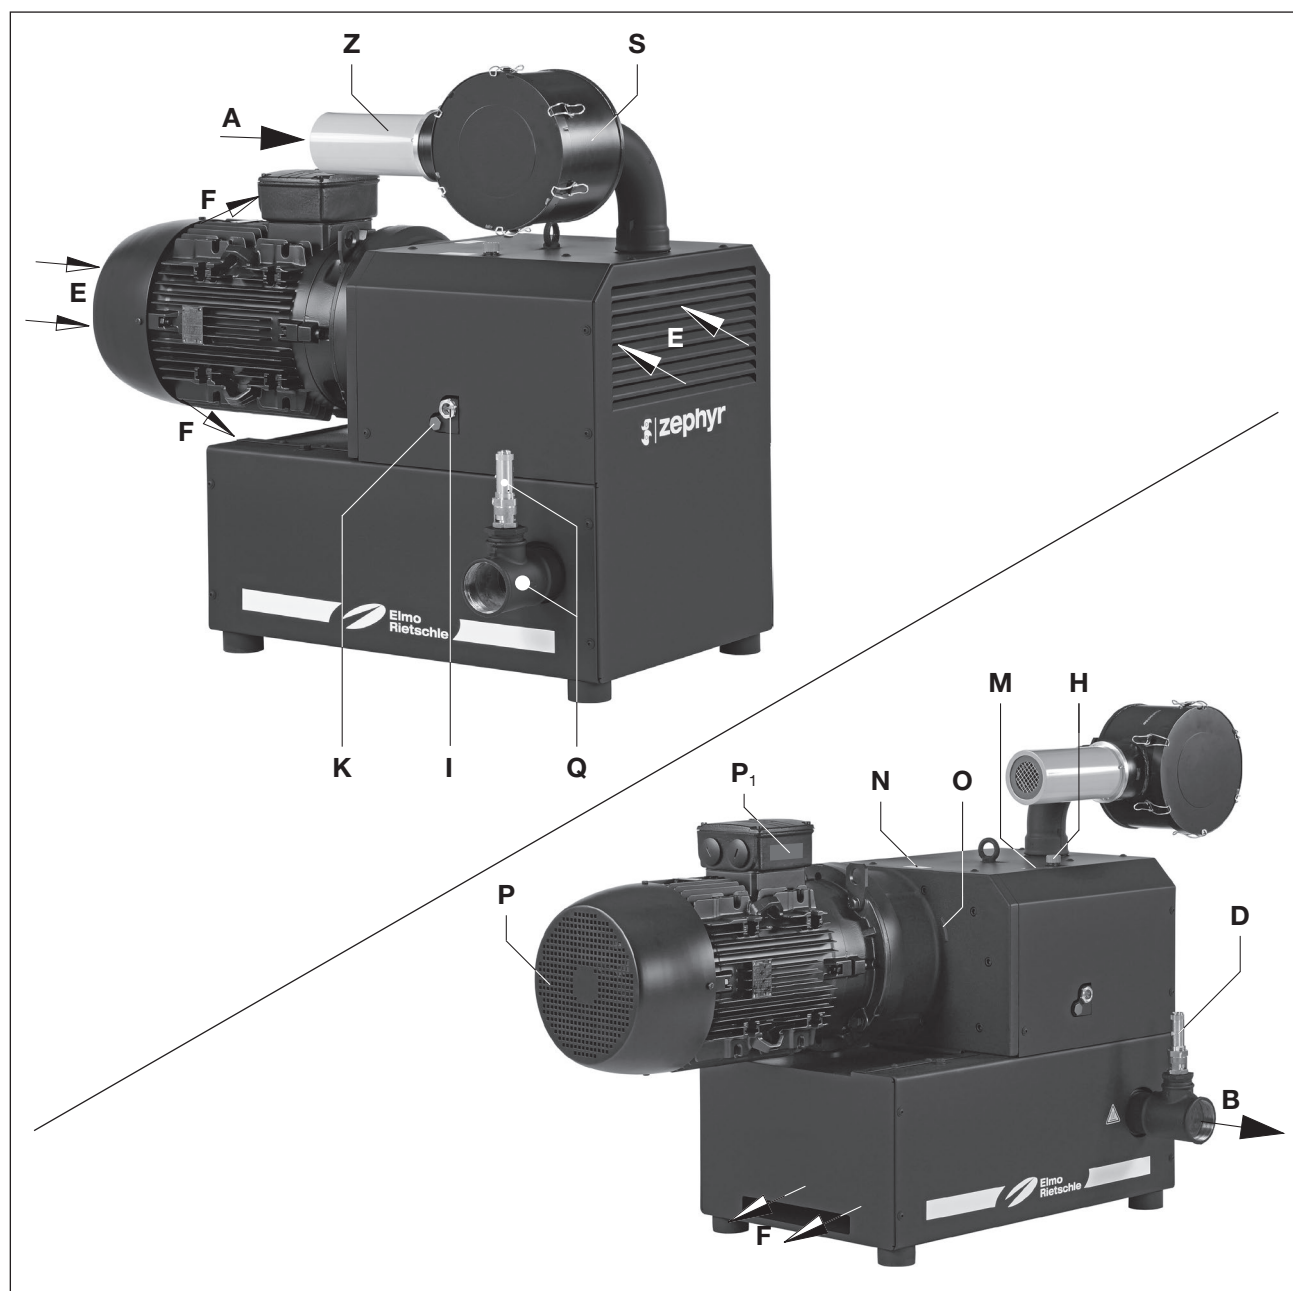

Fig. 2 Compressore C-DLR 401 e 501
Le C-DLR 401 e C-DLR 501 sono incapsulate da una calotta isolante. Per dissipare il calore generato dalla compressione, l'aria di raffreddamento viene aspirata da un radiatore a tamburo che aspira l'aria di raffreddamento fresca (Fig. 2/E) e diffonde l'aria riscaldata sull'uscita dell'aria di raffreddamento (Fig.2/F) fra il compressore e la calotta
Come protezione da sovraccarico è montata di serie una valvola di sicurezza (Fig. 2/D).
Questi compressori a camma senza contatto C-DLR sono idonei per la generazione di sovrappressione fra 0 e il livello massimo indicato sulla targhetta dati (fig. 2/N) (bar). È possibile un funzionamento continuo.
Riempimento olio (Fig. 2/H), finestrelle ispezione olio (Fig. 2/I) e scarichi olio (Fig. 2/K) devono essere facilmente accessibili.
Gli ingressi dell'aria di raffreddamento (fig. 2/E) e le uscite dell'aria di raffreddamento (fig. 2/F) devono avere una distanza min. di 30 cm dai muri adiacenti. L'aria di raffreddamento espulsa non deve essere riaspirata.
Per i lavori di manutenzione, davanti alla flangia di aspirazione (fig. 2/D) deve essere prevista una distanza di min. 40 cm.
a) Collegamento pressione (fig. 2/B).
- a) Inserire l'olio lubrificante (tipi adatti si veda "Manutenzione") per le ruote dentate e i cuscinetti nei bocchettoni appositi (Fig. 2/H) fino alla metà delle finestrelle di ispezione (Fig. 2/I).
- a) I dati dell'elettromotore sono riportati sulla targhetta dati (fig. 2/N) o sulla targhetta dati motore (fig. 2/P1). I motori sono conformi a DIN EN 60034 e sono eseguiti con classe di protezione IP 55 e classe isolamento F. Lo schema di collegamento è situato nella morsettiera del motore (non si applica nella versione con collegamento a spina). I dati del motore devono essere confrontati con quelli della rete di alimentazione usata (tipo corrente, tensione, frequenza di rete, amperaggio ammesso).
Durante il funzionamento, le superfici dei componenti (Fig. 2/Q) possono avere una temperatura superiore a 70 °C.